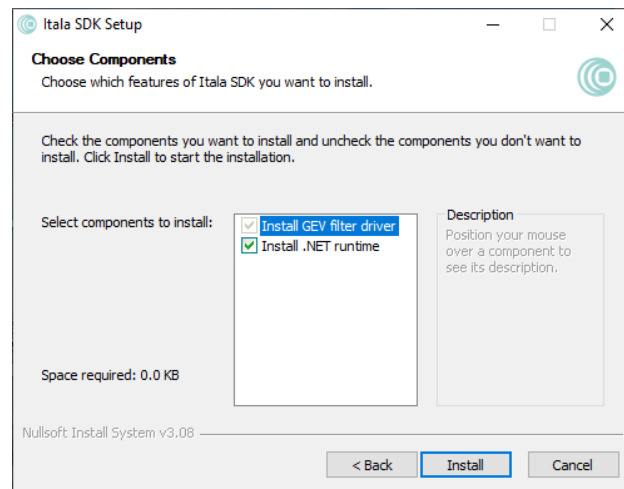

Figure 25: Komponentenauswahl-Fenster.
5. Wählen Sie die zu installierenden Komponenten aus (Abb.25). Bei ausschließlicher Installation des filter driver kann Schritt 6 übersprungen werden.